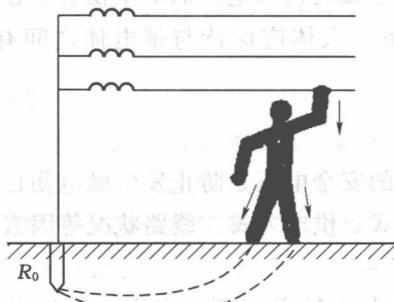

图 1-1 单相触电
(1) 单相触电。单相触电是指人体接触三相电网中带电体中的某一相时，电流通过人体流入大地的触电方式。单相触电如图 1-1 所示。